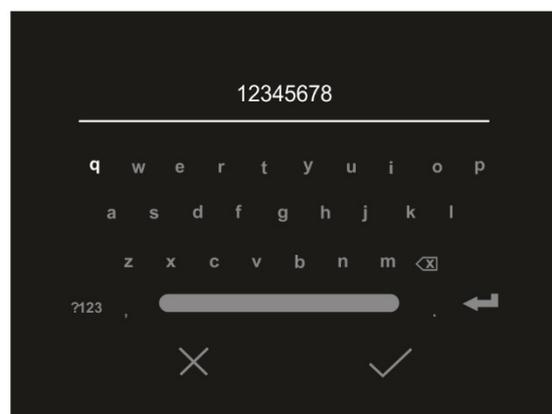

Abb. 18: Definition SSID und Password der WiFi-Verbindung
- Berühren Sie "SSID", um eine personalisierte Kennzeichnung ID der WiFi-Verbindung zu definieren (Default THT500). Die Bildschirmseite in Abb. 18 – linke Seite erscheint im Display.
- Berühren Sie "Password", um ein personalisiertes Passwort der WiFi-Verbindung zu definieren (Default "12345678"). Die Bildschirmseite in Abb. 18 – rechte Seite erscheint im Display.